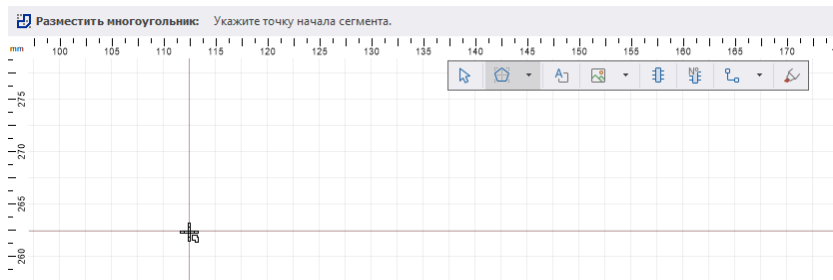

Рис. 307 Вид курсора при использовании инструмента «Разместить многоугольник»
1. Нажав кнопку , вызовите инструмент «Разместить многоугольник», который доступен на панели инструментов «Рисование» или в контекстном меню, Рис. 307.